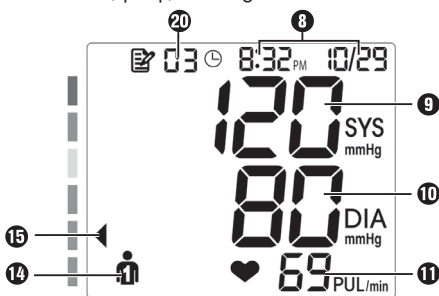

Fig. 1
- Si la medición se realiza correctamente, el brazalete **23** se afloja de forma instantánea. Los valores medidos aparecen en la pantalla **1** como se muestra, p. ej., en la fig. 1: